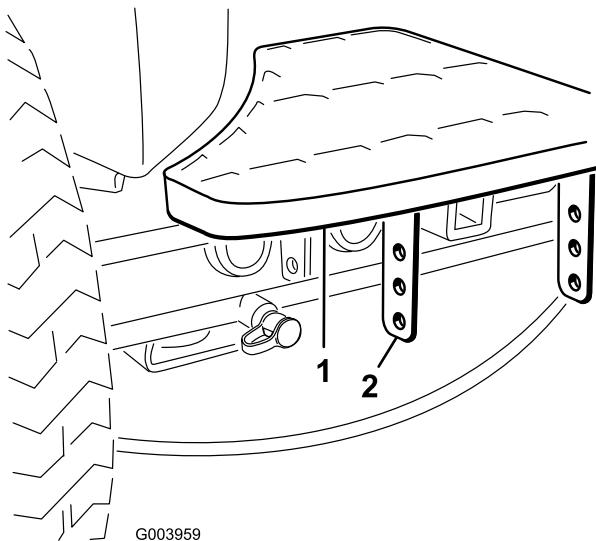

図 2
1. ステップのブラケットをトラクションユニットのフレームに固定しているボルト2本を外す図2。